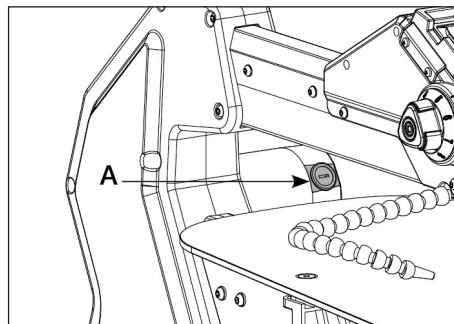

Рисунок 17.
- ослабьте крышку щеткодержателя **A** (рис. 17) и осторожно выньте щетки из двигателя; запомните, в какой ориентации были вставлены старые щетки, замените щетки, если поджимная пружина повреждена;
- после замены щеток надежно закрепите крышку щеткодержателя **A** (рис. 17).